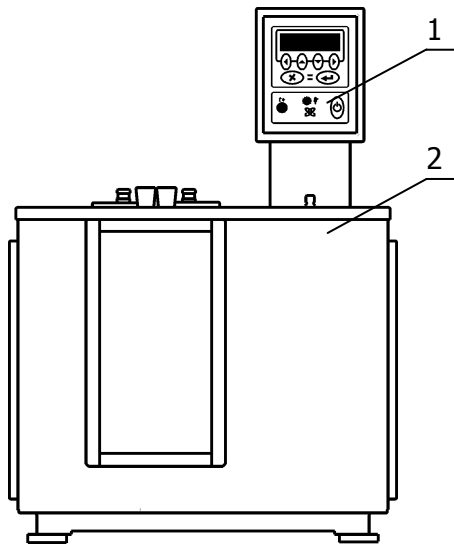
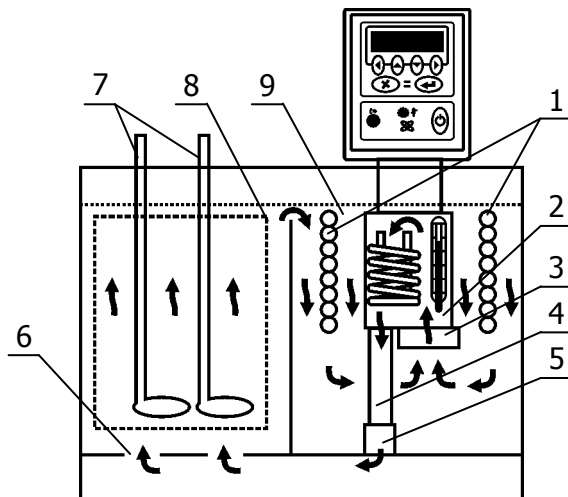

Рисунок 1 — Внешний вид термостата «КРИО-ВИС-Т-01»
Рисунок 2 — Устройство термостата
1.4.2 Конструкция термостата состоит из блока регулирования температуры 1 и корпуса 2 (рисунок 1), внутри которого расположены: основная 9 и рабочая 8 ванны (рисунок 2). В корпусе термостата также размещена холодильная машина. В основной ванне, кроме погружаемой части блока регулирования, расположен теплообменник 1 (рисунок 2), по которому прокачивается хладагент при работе холодильной машины.
1.4.3 Работа термостата заключается в поддержании заданной температуры циркулирующего теплоносителя и обеспечении равномерного температурного поля в рабочей ванне. Циркуляция теплоносителя обеспечивается центробежным насосом 3 (рисунок 2), расположенным в блоке регулирования температуры.
1.4.4 Поддержание заданной температуры теплоносителя посредством нагрева осуществляется блоком регулирования температуры 1 (рисунок 1). Управление режимами регулирования температуры теплоносителя описано в документе «ТКЛШ 3.222.009-03 РЭ. Блок регулирования температуры погружной циркуляционный «М03».
1.4.6 Циркуляционный насос 3 блока регулирования температуры забирает теплоноситель из основной ванны 9 и нагнетает его в резервуар 2 с нагревателем и датчиком температуры. В резервуаре температура теплоносителя регулируется и, далее, через выходную трубку 4, вставленную в муфту 5, и рассекаль 6, теплоноситель поступает в рабочую ванну 8. Далее из рабочей ванны, переливом через верхний край, теплоноситель возвращается в основную ванну 9. Благодаря этому происходит постоянный теплообмен между основной и рабочей ваннами и поддержание заданной температуры теплоносителя. В рабочую ванну устанавливаются вискозиметры 7 (рисунок 2).